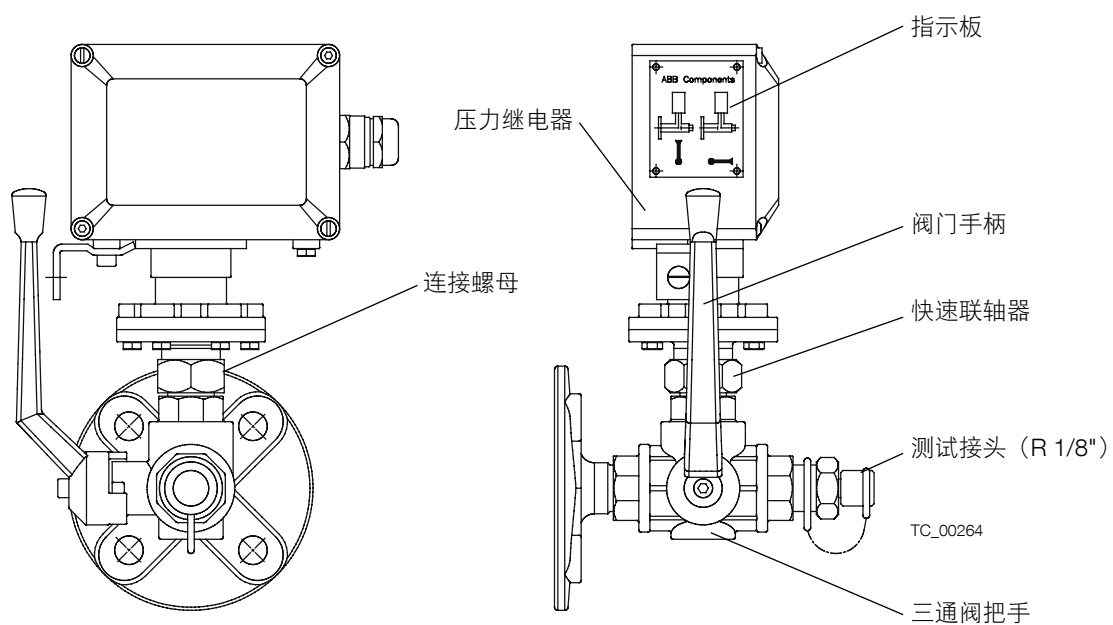

图 11 压力继电器
1. 将三通阀把手设置到测试位置（见图 11 及压力继电器信息板）。